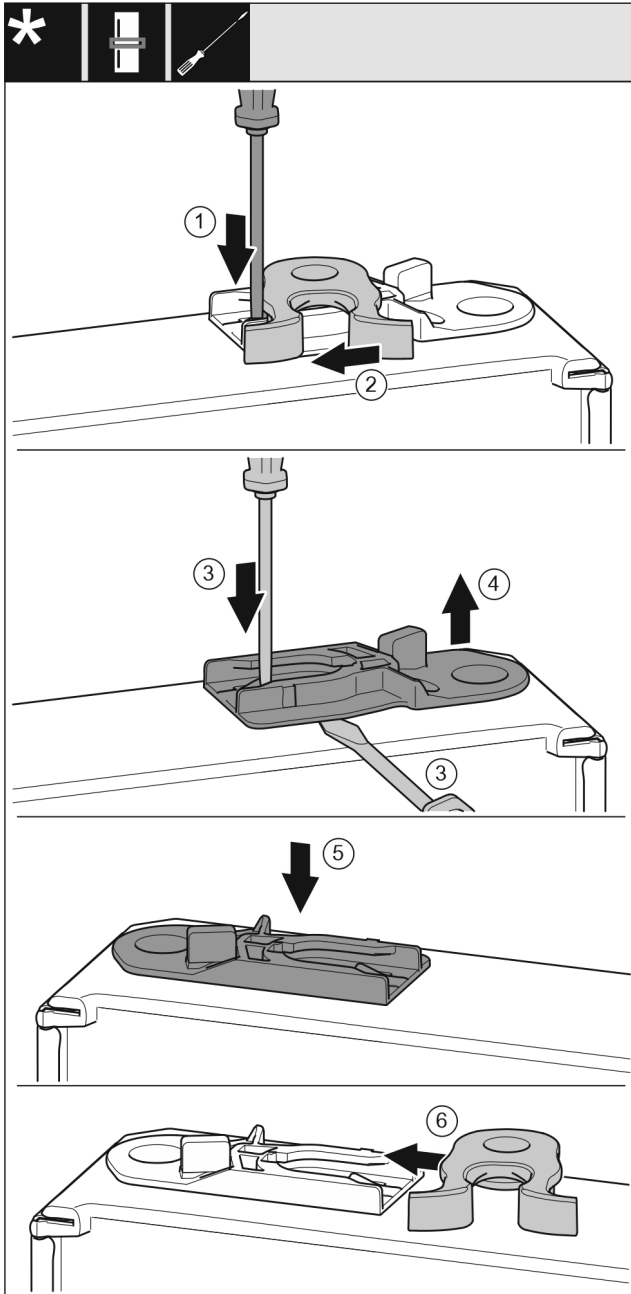

Fig. 18
- Nyomja le a fedőlemezt csavarhúzóval. Fig. 18 (1)
- Húzza ki a záróhorgot a vezetősínből. Fig. 18 (2)
- Húzza ki a vezetőhüvelyt: Nyomja a fedőlemezt lapos csavarhúzóval, és közben nyúljon lapos csavarhúzóval a vezetőhüvely alá. Fig. 18 (3, 4)
- Tolja be a tartozékként mellékelte vezetőhüvelyt a ház másik oldalán. Fig. 18 (5)
- Tolja be a záróhorgot a vezetősínbe. Fig. 18 (6)